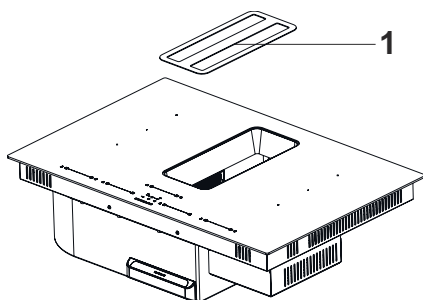

Fig. 9
1. ➔ For at udskifte det aktive kulfilter skal du først fjerne den dekorative grill (Fig. 9).